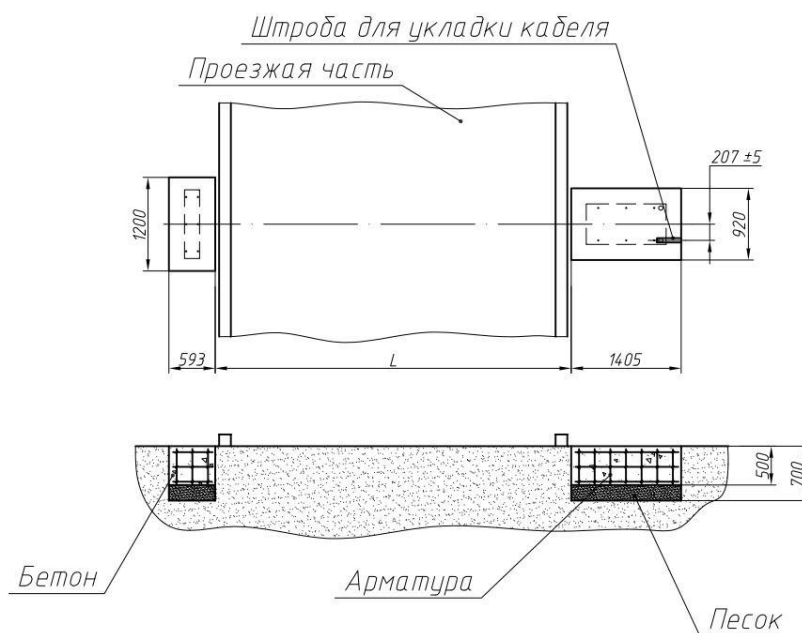

Рисунок 5
4.1.5 Выложить армирующую сетку слоями, перевязанными между собой с шагом 150-180 мм (3 слоя при толщине бетона 500мм) (рис. 5). Использовать арматуру диаметром не менее 8мм.
4.1.6 Залить котлованы бетоном, обеспечив горизонтальную плоскость на уровне дорожного полотна. Использовать бетон марки М300 или более качественный. Дальнейшие работы производить после полного застывания бетона (рис. 5).